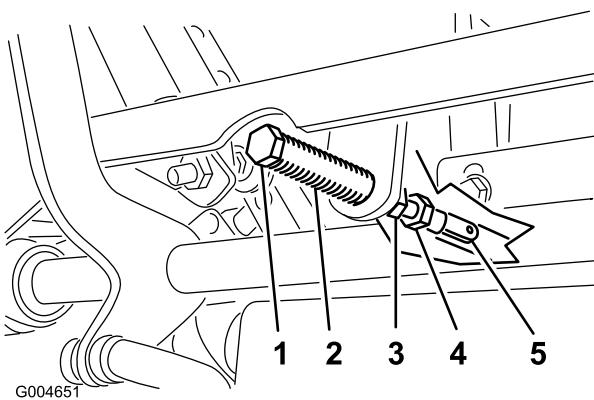

図 59
5. クレビスピンドル（ピボットシャフトの上のアームについている）がスロットの端部に接触する（スプリングに圧力が掛け始める位置）まで、レバーを手前に引く（図 59）。
7. 調整が必要な場合は、ジャムナットをゆるめて調整ナットをヨーク側に移動できるようにする（図 59）。
8. コントロールレバーを軽く手前（後退側）に引きながら、調整ボルトを回して、コントロールレバーがちょうどニュートラル固定位置にくるように調整する（図 59）。
9. ナットとジャムナット（図 59）を締め付ける。
10. ボールジョイント部でジャムナット(図 59)を締めつける。